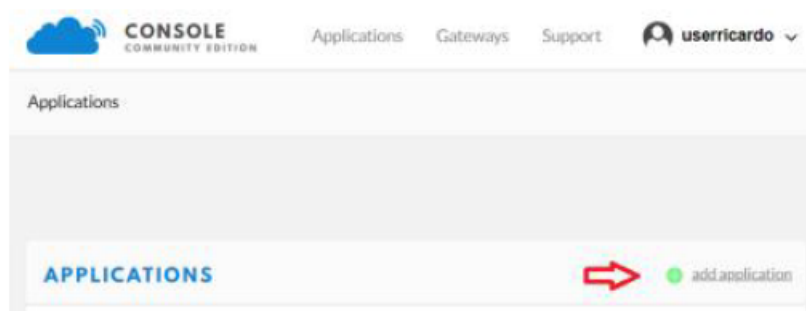

Figura 5: Adicionando aplicação
- ▶ Primeiramente, no console, clique “add application”, forme indicado na Figura 5;
- ▶ Após realizar o login, entre novamente na tela de aplicações da Figura 5. Agora, ao invés de criar uma nova aplicação, será necessário editá-la, clicando sobre o nome dela;